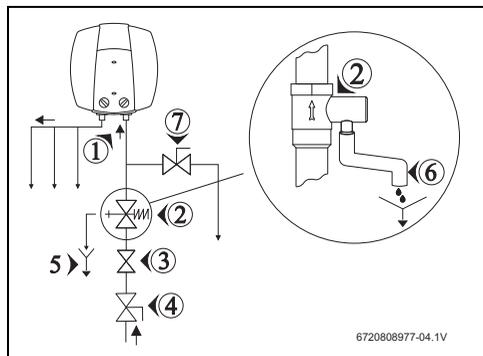

Рис. 8 Подключение воды (модель ES...5MOWIV-B)
- ▶ Установите предохранительный клапан на подводе холодной воды к бойлеру (→ рис. 8 и 9).
Если давление воды превышает 80% от максимально допустимого давления бойлера (6,4 бар), то установите редукционный клапан (→ рис. 8). При повышении давления в бойлере более 6,4 бар срабатывает предохранительный клапан. Вода, вытекающая из клапана, должна отводиться.
- ▶ Закройте водопроводный кран (→ рис. 8).